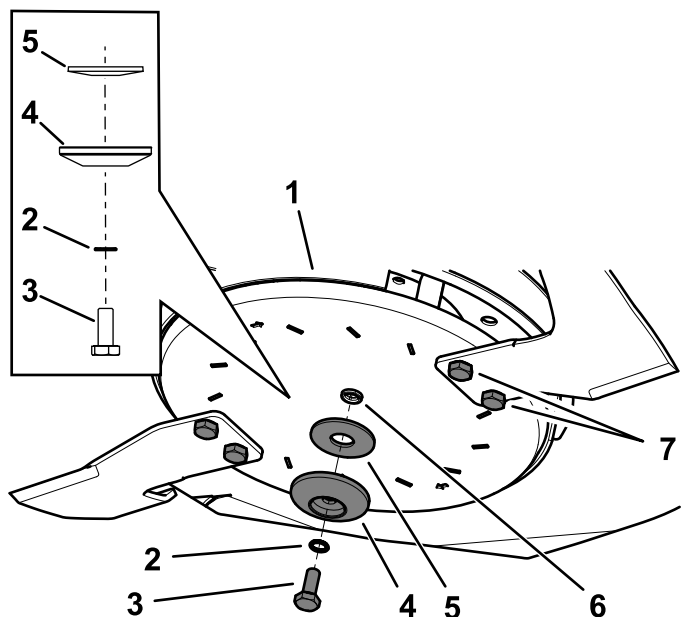

Bild 105
2. Entfernen Sie die Messerschraube, die Rippenscheibe, den Messerhalter und die Wellenscheibe von der Spindelwelle (Bild 105).
3. Nehmen Sie das Messer ab (Bild 105).